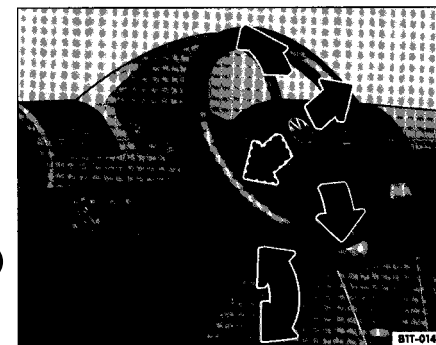

Fig. 17 Réglage de la position du volant de direction
— Basculez le levier fig. 17 situé sous la colonne de direction vers le haut **A**.
- Après le réglage de la colonne de direction, ramenez le levier fig. 17 vers le haut et bloquez-le toujours afin que le volant ne change pas de position de manière inopinée pendant la marche du véhicule.